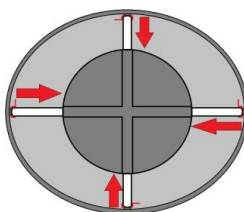

Рисунок 2.7
- поочередно вставить каркасные стойки в пазы зонтика (рисунок 2.7)